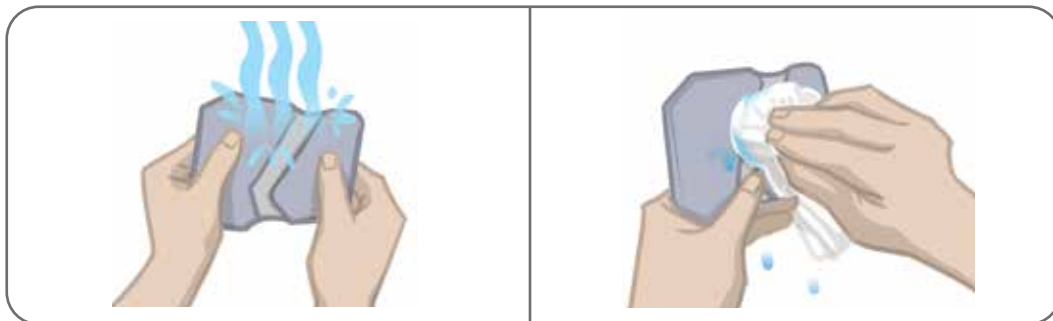

Figure 6-3 : Humidification de l'électrode et élimination de l'excès d'eau
3. Humidifiez la totalité de l'électrode à installation rapide avec de l'eau. Reportez-vous à la figure 6-3.
4. Éliminez l'eau en excès de l'électrode à installation rapide à l'aide d'un chiffon. Reportez-vous à la figure 6-3.